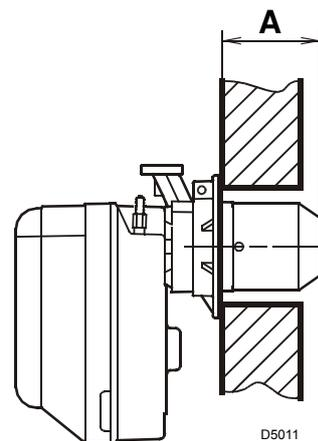

Abb. 11
Der Brenner kann mit dem veränderlichen Maß (A) befestigt werden, wie aus Abb. 11 ersichtlich.